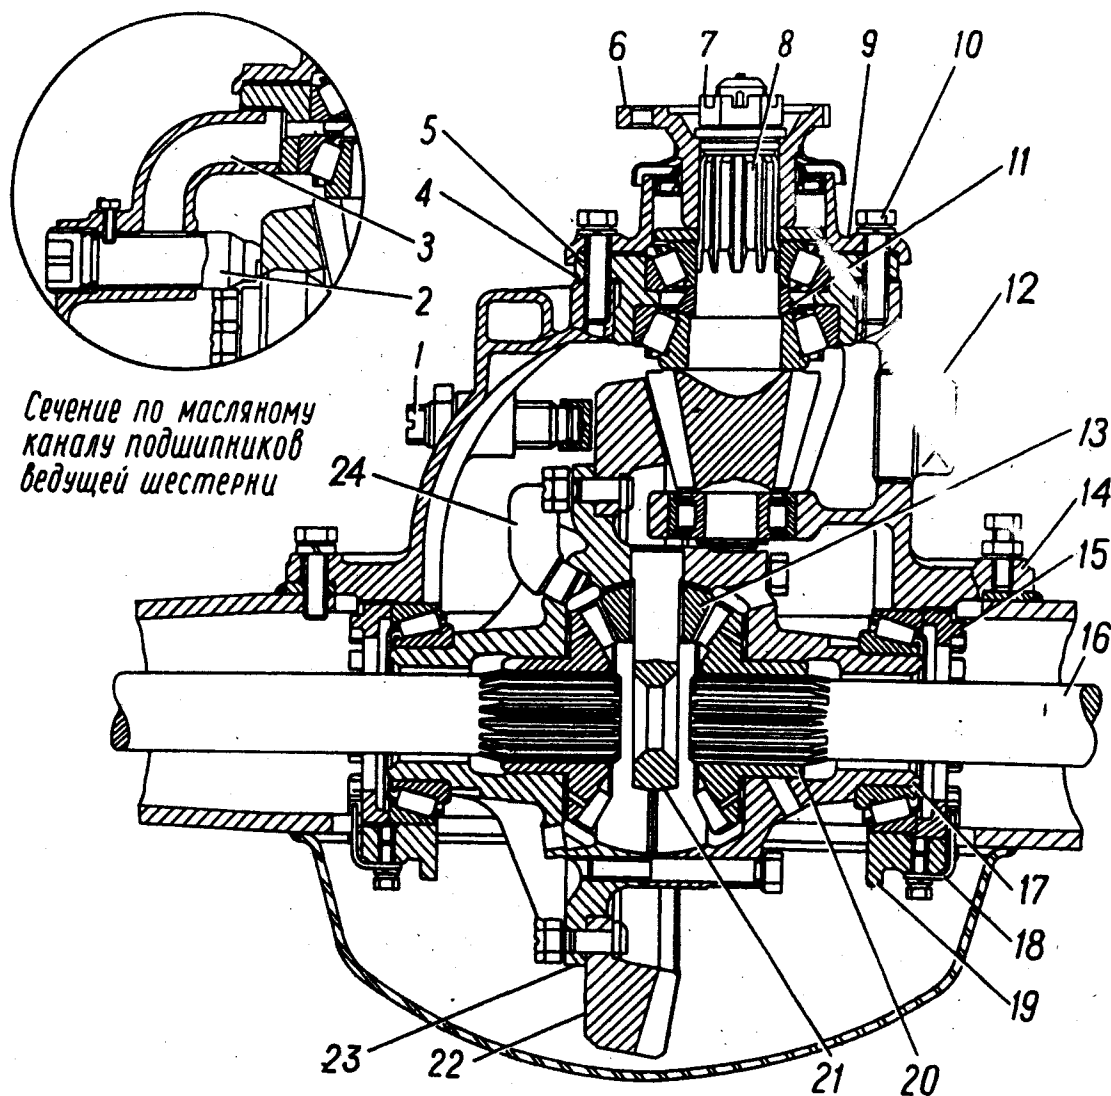

Рис. 37. Редуктор заднего моста:
Устройство редуктора заднего моста показано на рис. 37.
8. Отвернуть регулировочные гайки 15 (см. рис. 37) с помощью ключа 5-У-27286. Вывернуть болты крепления крышек подшипников дифференциала, предварительно отогнув лепестки стопорных шайб, они установлены, снять крышки подшипников дифференциала.